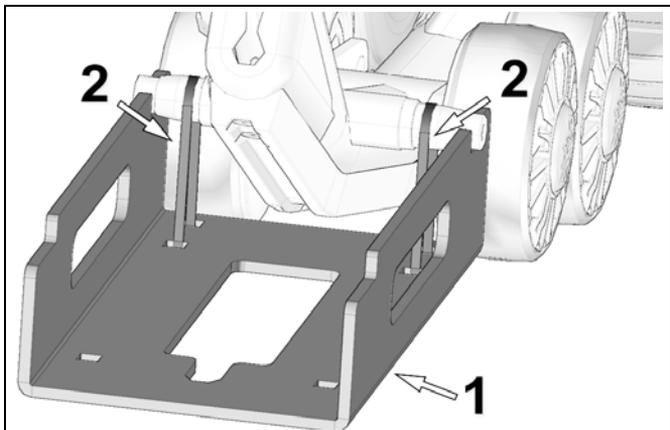

Abbildung 37
Benutzen Sie Ausrichtwerkzeug Nr. 2000-00-1999 von Camoplast (Teil 1 in Abbildung 37), um den Kettenspanner wie folgt auszurichten:
Befestigen Sie das Ausrichtwerkzeug mittels der mitgelieferten Kabelbinder (2) an der der Kettenspanner-Baugruppe nahegelegendsten Radachse. Siehe Abbildung 37.